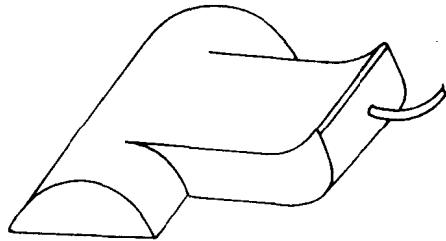

图 1-2 手动扫描仪
3. 扫描仪 是一种图像输入设备，它可以迅速地将黑白或彩色图像输入到计算机内。扫描仪有台式与手动式两大类，微机系统常配置手动式扫描仪见图 1-2，用扫描仪对正文或图形进行扫描，即可将正文、图形图像送入计算机进行处理。